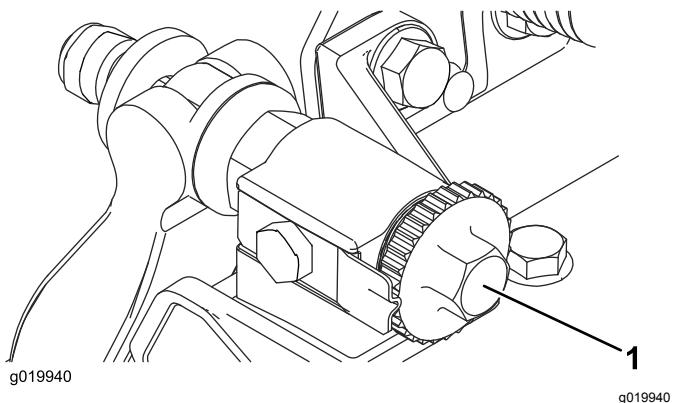

図 17
- カッティングユニットを平らな水平の作業台の上に置く。ベッドバー調整ねじを左に回してベッドナイフとリールの接触をなくす図 17。